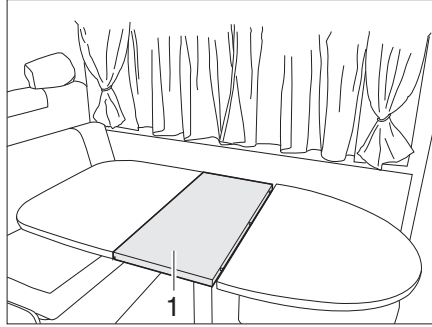

Fig. 80 Ampliar la mesa fija
- Insertar la prolongación del tablero de mesa (Fig. 80,1).
- Sacar la prolongación del tablero de mesa (Fig. 80,1) y guardarla seguramente.